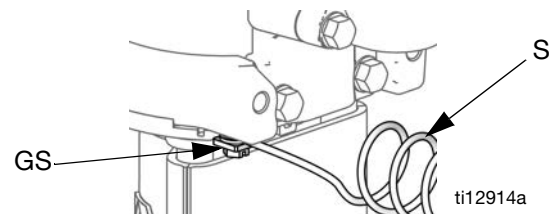

図 2. グランドネジおよびワイヤー
- ポンプ：図 2 を参照ください。接地ネジ (GS) がエアモーターに取り付けられていて、しっかりと締まっていることを確認します。グラウンドワイヤー (S) のもう一端を接地させてください。